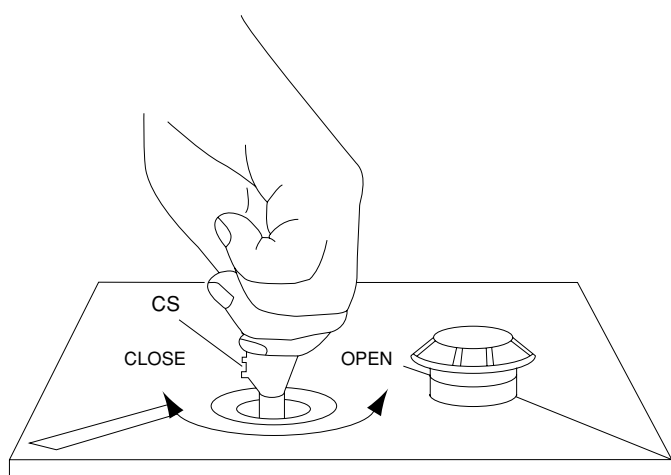

Fig. 19
i) Restabeleça o nível do óleo controlando que esteja apenas por baixo do tampão "O" (fig.19). Encher com óleo IDROLUX do mesmo tipo.